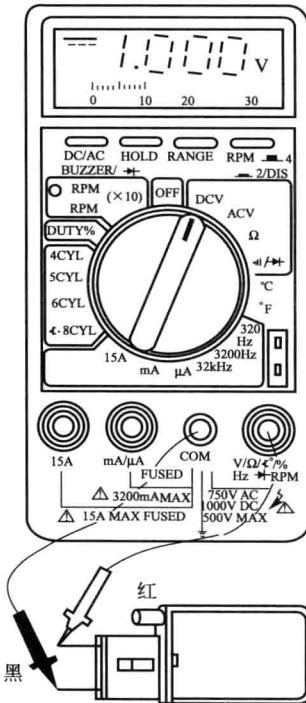

图1-4 测量直流电压
(2) 测量直流电压 将万用表开关转到直流电压(V)挡(选择合适的量程)，将表笔并联于被测电路中(将测试表笔接至被测件两端)，如图1-4所示。用测电压的方法可以检查电路上各点的电压(信号电压或电源电压)以及电气部件上的电压降。